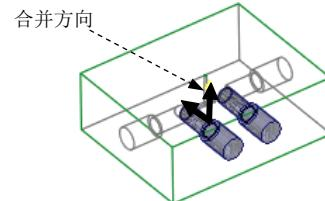

图 15.30 合并曲面
③ 在操控板中单击 **选项** 按钮，在“选项”界面中选中 封闭端 复选框。
(5) 在操控板中单击 **√** 按钮，完成特征的创建。
Step12. 创建图 15.30 所示的合并曲面特征。
(1) 按住 Ctrl 键，在模型树中选取拉伸 4 和拉伸 5 曲面。
(2) 单击 **分型面** 功能选项卡 **编辑** ▾ 区域中的 合并 按钮，此时系统弹出“合并”操控板。
(3) 在“合并”操控板中单击 **√** 按钮。